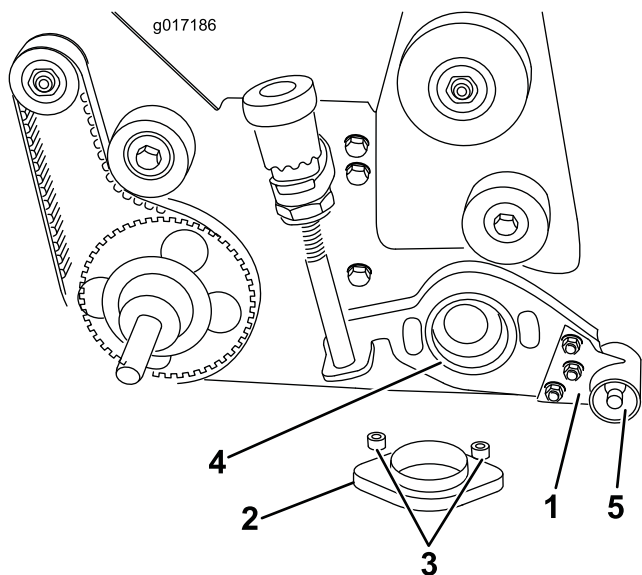

Figura 9
- A. Insira um anel adaptador na caixa de rolamentos do cilindro (Figura 9).
B. Faça deslizar o conjunto da placa do aparador por cima da extremidade do eixo do aparador (Figura 9).
C. Insira os dois parafusos de cabeça chata de 3/8 x 2 pol. através da cobertura do braço do aparador e do adaptador do rolamento. Coloque uma cunha por cima de cada parafuso antes de posicionar o adaptador na caixa de rolamentos do cilindro. Faça deslizar o adaptador através do rolamento de bronze no conjunto da caixa do aparador e para a caixa de rolamentos do cilindro. Instale as porcas de bloqueio nos parafusos de cabeça chata e aperte-as com uma torção de 31 a 37 Nm (Figura 9).
D. Fixe a extremidade direita do eixo do aparador ao conjunto da placa do aparador com uma porca de bloqueio de 1/2 pol. (rosca esquerda). Aperte a porca com uma torção de 39 a 47 Nm (Figura 9).
22. Monte o conjunto do botão de ajuste do aparador na placa do lado direito com o parafuso de 3/8 x 5/8 pol. e a anilha de Belleville retirada no passo 8B (Figura 9).